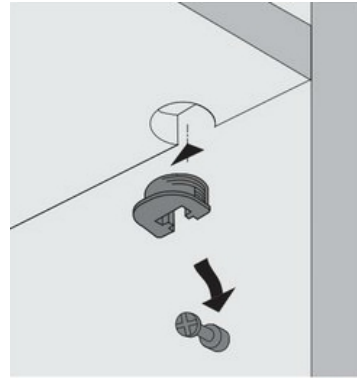

Рис. 2
3. Установить штоки полкодержателей в отверстия на боковых стенках (80), (81). На полку (87) установить врезные полкодержатели (рис.2).